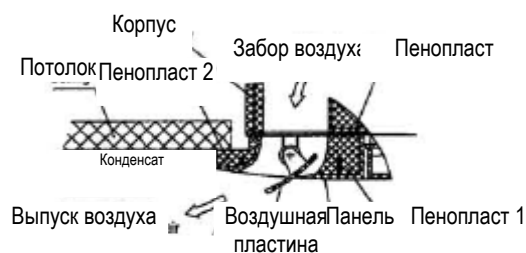

Рис. 12 Ослабьте верхнюю гайку
- е. Затягивайте винты под крюками панели до тех пор, пока толщина пористого материала между корпусом и выходным отверстием панели не сократится до 4-6 мм. Край панели должен контактировать с потолком. (См. рис. 12).